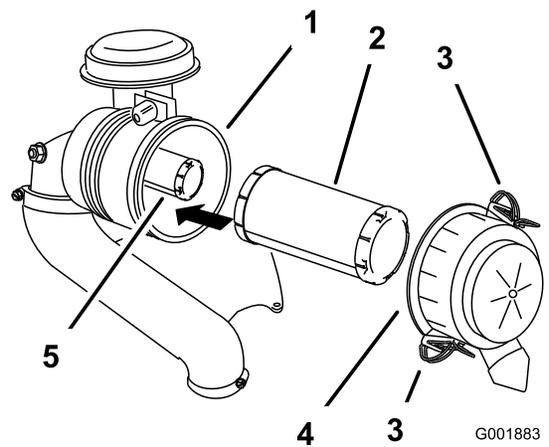

Figura 45
3. Abra los cierres del limpiador de aire y tire de la tapa de la entrada de aire para separarla del cuerpo del limpiador de aire (Figura 45).
5. Extraiga con cuidado el filtro primario de la carcasa del limpiador de aire (Figura 45).
2. Si va a cambiar el filtro interno, deslícelo cuidadosamente en el cuerpo del filtro (Figura 45).
3. Deslice cuidadosamente el filtro primario por encima del filtro interno (Figura 45).